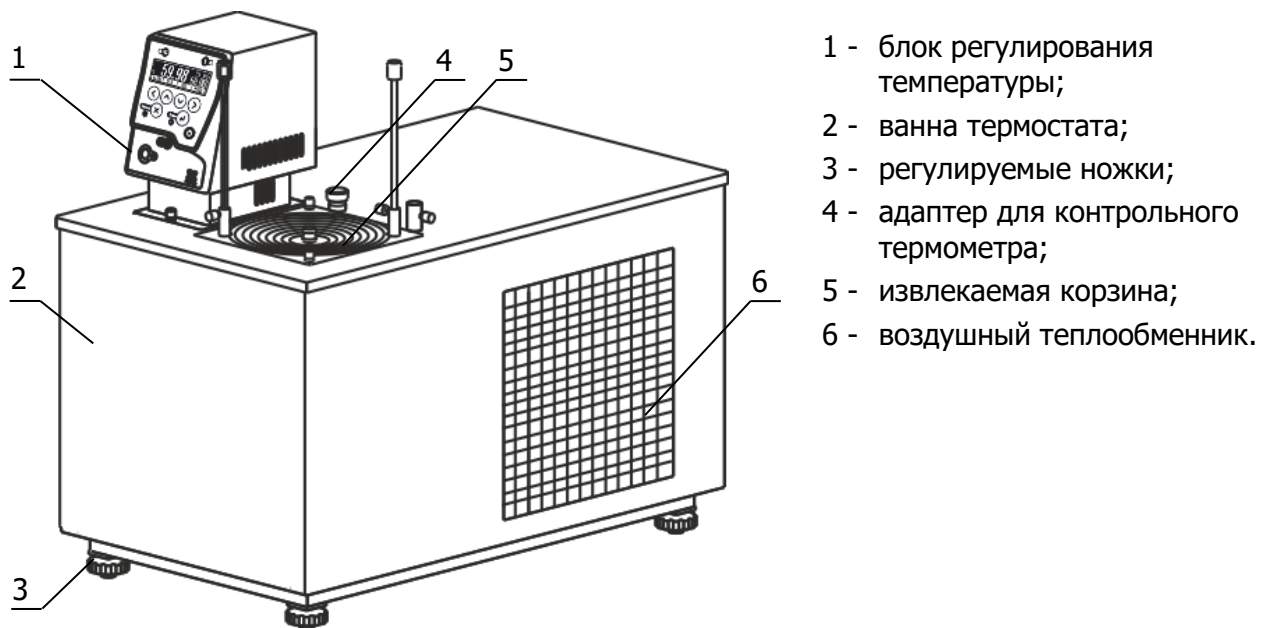

Рисунок 1 — Внешний вид термостата
2.2.2 Установить ванну термостата на горизонтальную поверхность. Добиться горизонтального положения крышки ванны вращением ножек 3 (рисунок 1).
- при помощи пылесоса тщательно очистить от пыли черную оребренную поверхность воздушного теплообменника 6 (рисунок 1);